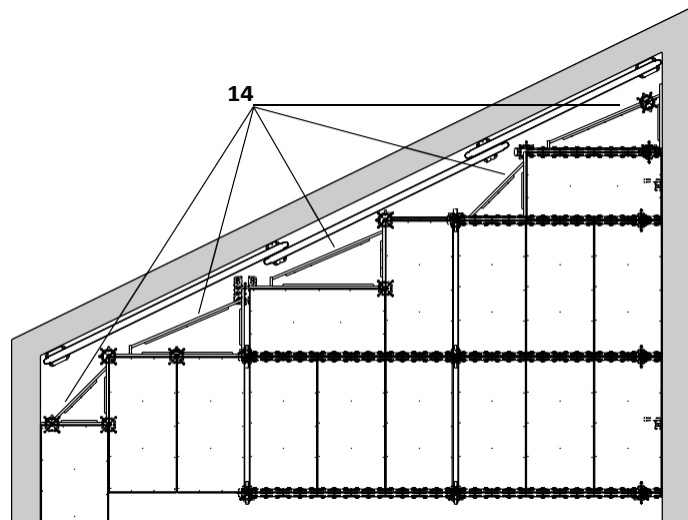

Fig. A5.20
3. Поставете триъгълната рамка (14) на опора (надлъжен трегер, опорна или комбинирана глава, челно захващане). (Fig. A5.20)